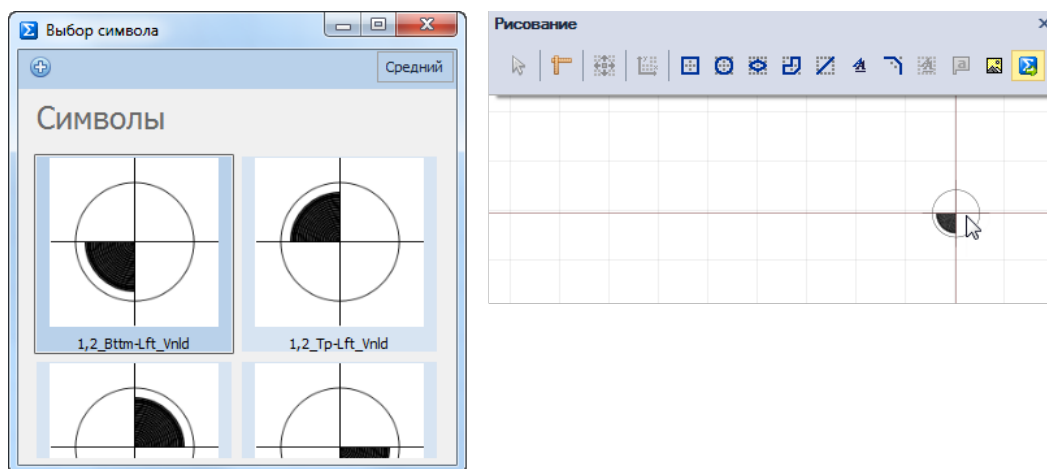

Рис. 418 Выбор символа из списка системных
- В отобразившемся окне «Выбор символа» выберите один из представленных символов двойным кликом, Рис. 418. Окно выбора символа будет закрыто, а символ прикреплен к курсору мыши для дальнейшего размещения.